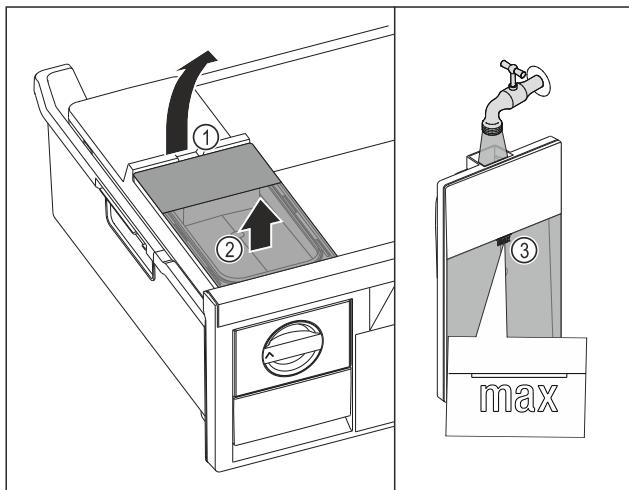

Fig. 100
- Підняти бак для води за заглиблення Fig. 100 (1).
- Вийняти бак для води рухом вгору. Fig. 100 (2)
- Наповнити бак для води питною водою до позначки Fig. 100 (3).